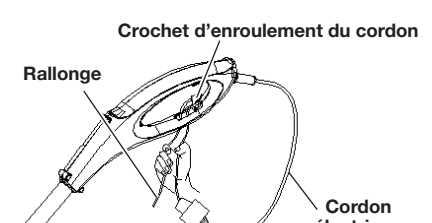

Fig. 9
- Branchez la prise du cordon électrique sur la rallonge (Fig. 9).
- Faites une boucle étroite avec la rallonge et enfilez la boucle dans l'orifice du crochet d'enroulement du cordon (Fig. 9).
- Débranchez la prise du cordon électrique de la rallonge (Fig. 9).